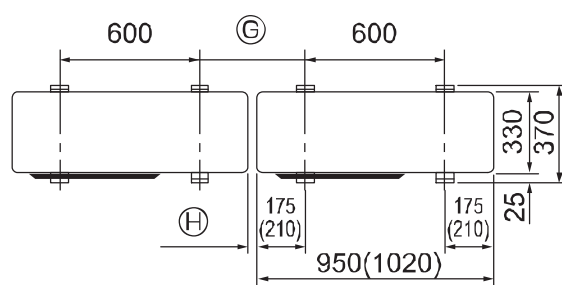

Fig. 3-1
- > Die Anlage immer auf fester, ebener Oberfläche aufstellen, um Vibrationsgeräusche beim Betrieb zu vermeiden. (Fig. 3-1)